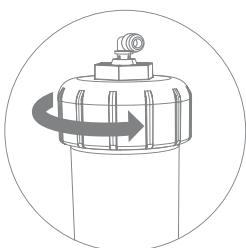
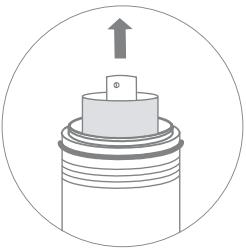

Рис. 20
Рис. 21
- Открутите крышку корпуса (рис. 20), извлеките отработанную мембрану (рис. 21).